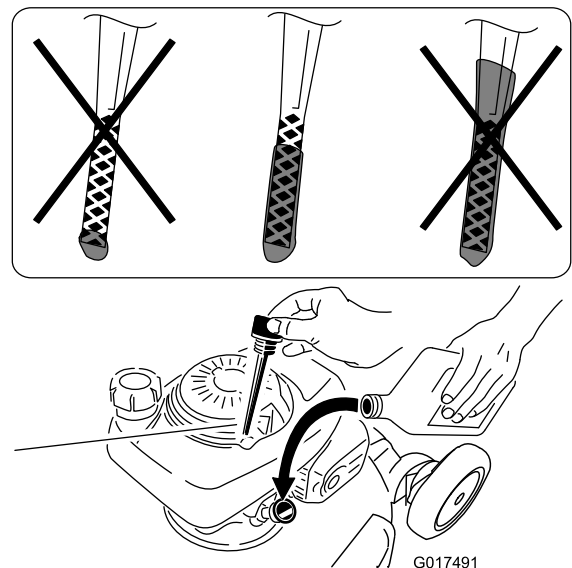

Figure 12
2. Retirez la jauge (Figure 12).
5. Ressortez la jauge et vérifiez le niveau d'huile; voir Figure 12.